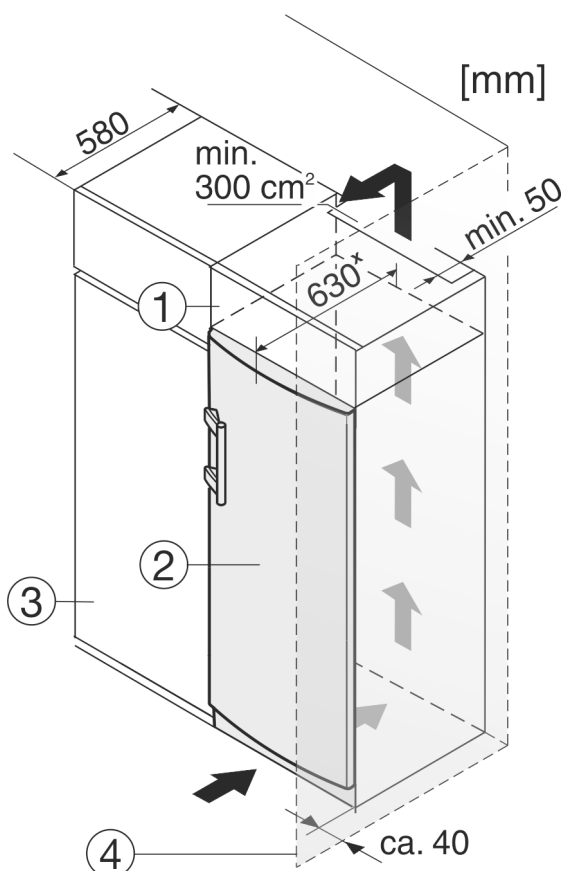

Fig. 10
(1) Rehausse
(2) Appareil
(3) Placard de cuisine
(4) Mur
L'appareil peut être intégré dans des meubles de cuisine. Pour adapter l'appareil Fig. 10 (2) à la hauteur du coin cuisine, une rehausse Fig. 10 (1) peut être posée sur l'appareil.
Lors de la transformation avec des placards de cuisine (profondeur max. 580 mm), le réfrigérateur peut être placé directement à côté du placard de cuisine Fig. 10 (3). Le réfrigérateur dépasse sur les côtés de 34 mm * et au centre du réfrigérateur de 50 mm * par rapport à la façade du placard.
Si le réfrigérateur est installé avec les charnières près d'une paroi Fig. 10 (4), la distance entre le réfrigérateur et la paroi doit être d'au moins 40 mm. Cela correspond au dépassement de la poignée lorsque la porte est ouverte.